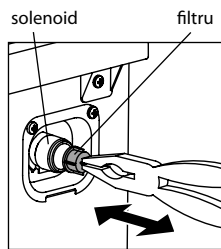

Figura 20
7.2.1 Filtrul din furtunul de alimentare, în conformitate cu Figurile 6 și 7, și filtru în filet conector a solenoidului, așa cum se arată în Figura 20, sunt montate pentru a preveni înfundarea mașinii cu particulele solide (nisip, talaș de metal, etc.) din apă. Se recomandă să curățați filtrele, cel puțin o dată pe an.
— Scoateți filtrul de la capetele filetate ale solenoidului, cu o pereche de cleste sau pensete, așa cum se arată în Figura 20;